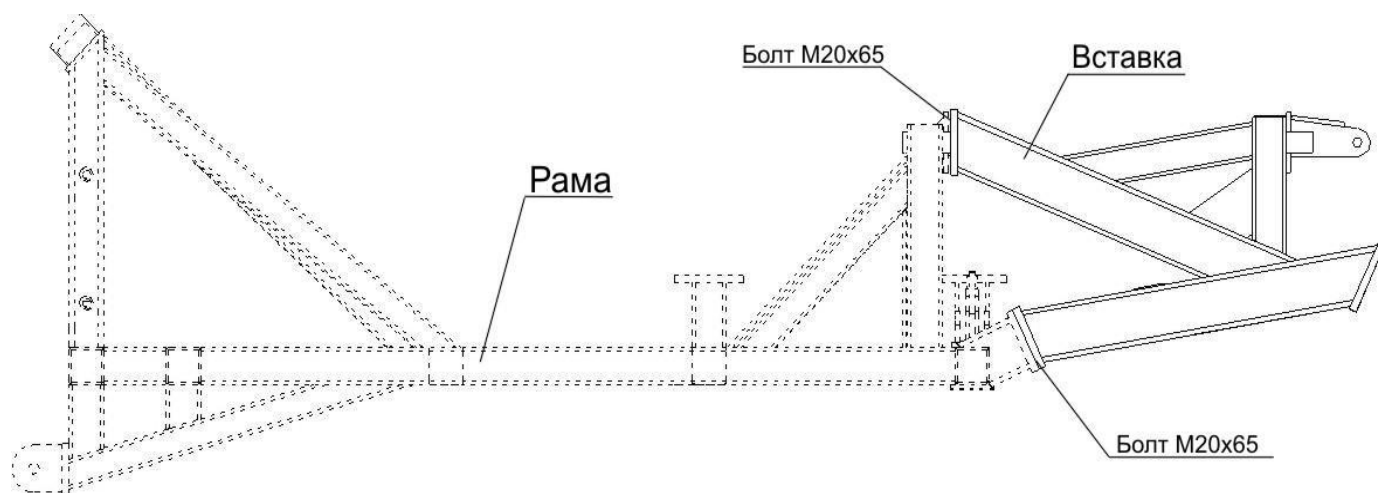

Рис. 4.1.4. Установка вставки на рамы для ПК с катками
4.1.3. При использовании ПК «Кузбасс» с металлическими спиральными шлейф-катками установите вставки, совместив установочные пластины, используя болты М20х65, пружинные шайбы и гайки М20 (рис.4.1.4). На рис. 4.1.5.1 показана тележка для центральной рамы ПК-12,2К.